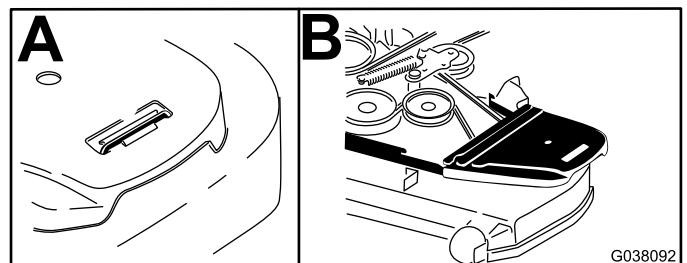

Bild 23
2. Entfernen Sie die rechte Riemenabdeckung (Bild 23).